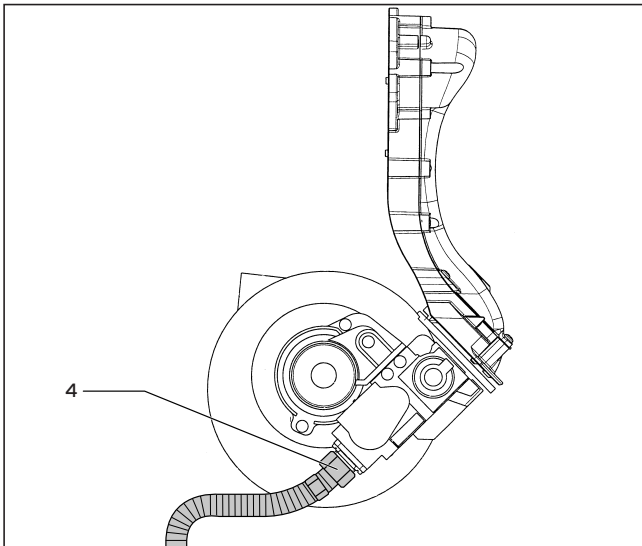

Fig. 8.2 Allentare il collegamento del gas dalla valvola del gas
- Allentate la vite di fissaggio del tubo di aspirazione dell'aria (1) e ruotate il tubo di aspirazione dell'aria (2) in avanti; successivamente a ciò staccate il tubo di aspirazione dell'aria dal bocchettone di aspirazione.
- Staccate i due connettori della conduzione di accensione e di messa a terra dall'elettrodo di accensione (3).
- Allentate la tubazione d'alimentazione del gas (4) sul lato inferiore della valvola del gas (fig. 8.2).
- Staccate i cavi (5) sul motore del ventilatore ed il cavo (6) della valvola gas.
- Allentate i 5 dadi (7).
Controllate la tenuta stagna del gas all'allacciamento del gas (4) con soluzione saponosa per l'individuazione di perdite (fig. 8.2.).